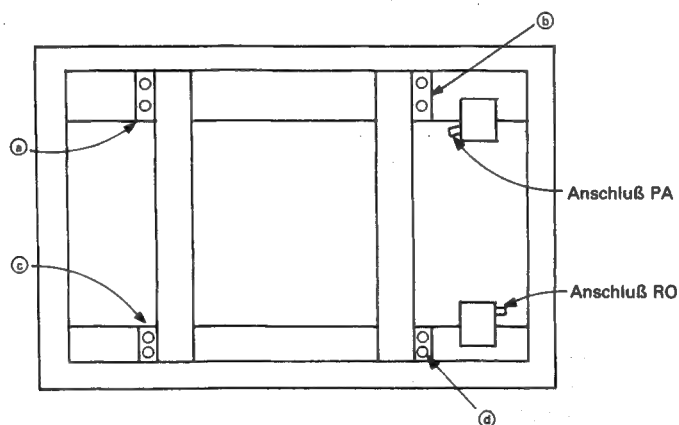

Abbildung 33 Drehmechanismuseinheit mit entfernter Rückwand
- (4) Den Relaisanschluß trennen, der zum Anschließen der Plungerleitungen zwischen den Drehmechanismuseinheiten (rechts und links) und der Hauptleiterplatte verwendet wird, dann die Anschlüsse RE und FF trennen, die zum Anschließen der Motorleitungen an die Hauptleiterplatte dienen. Außerdem die Leitungen von den Leitungshaltern entfernen und diese in der Nähe der rechten und/oder linken Drehmechanismuseinheit lassen.
- (5) Die acht Schrauben entfernen, je zwei an den Stellen a, b, c und d, wie aus Abbildung 33 ersichtlich ist.
- (6) Die Schrauben abschrauben, die zum provisorischen Befestigen der Schreibblathtafel verwendet worden sind, und die Schreibblathtafel vom Hauptkörper abnehmen. Dabei darauf achten, daß sich die Leitungen der Drehmechanismuseinheit nicht zwischen Hauptkörper und Schreibblathtafel verfängen.
- (5) Unter Bezugnahme auf Abb. 33 die Schrauben an den Stellen a, b, c und d einschrauben.
- (6) Die Plungerleitung (von der Drehmechanismuseinheit kommend) an den Relaisanschluß und die Leitungen (vom Motor kommend) an die Anschlüsse RE und FF an der Hauptleiterplatte anschließen. Die Leitungen mit Hilfe der Leitungshalter richtig verlegen.
- (7) Die beiden Schrauben abschrauben, mit denen die Schreibblat tafel provisorisch befestigt worden ist, und das Schreibblatt gemäß der Anweisung im Abschnitt "Anbringen des Schreibblattes" an der Tafel anbringen.
- (8) Rückwand, Drucker, Papierführung und Papiertrog in dieser Reihenfolge am Hauptkörper anbringen. Damit ist das Auswechseln der Drehmechanismuseinheit beendet.